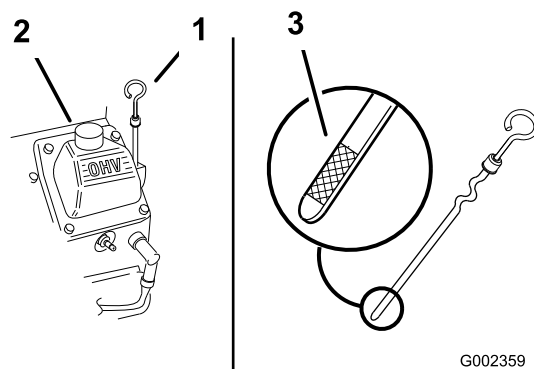

Figura 160
3. Curățați zona din jurul buonului de umplere cu ulei și din jurul jojei (Figura 160).